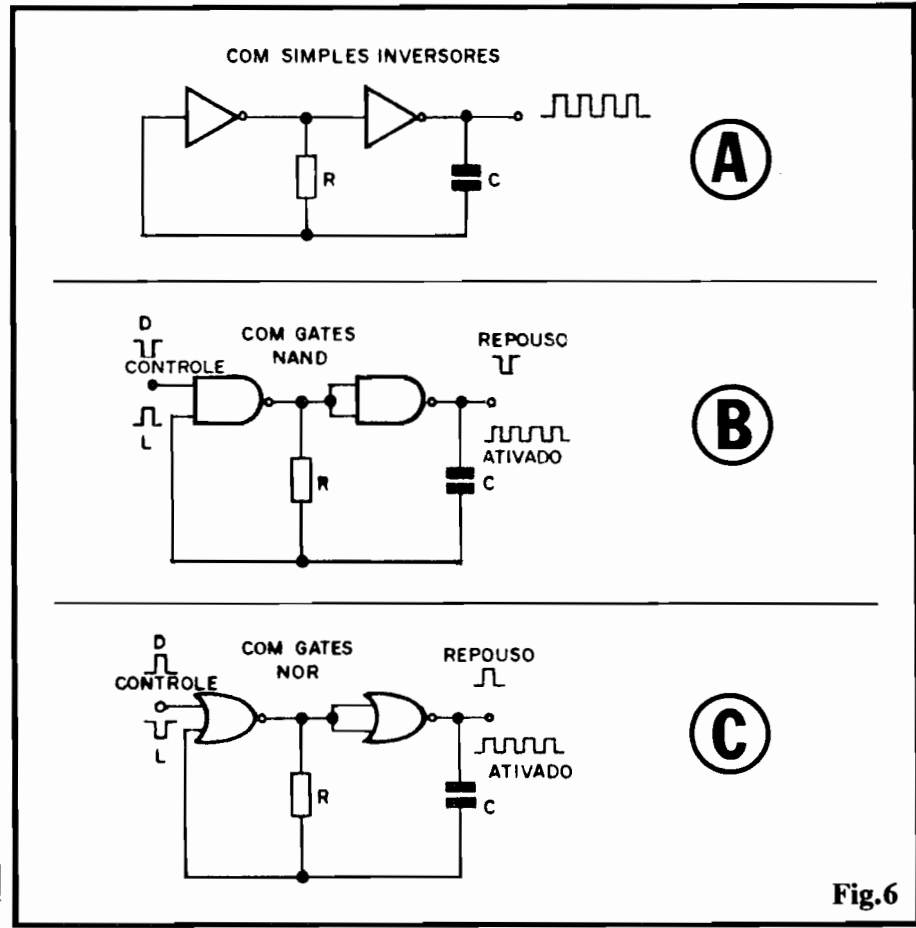

Fig.6
- FIG. 6 - MAIS DETALHES ESTRUTURAIS SOBRE OS ASTÁVEIS COM GATES C.MOS - Lembrando sempre das já estudadas **Tabelas Verdade** dos **gates**, interessantes, úteis e importantes comportamentos e controles dos circuitos podem ser obtidos... Observem atentamente os diagramas da figura: em 6-A temos o arranjo básico, "feito" com dois **gates** simples inversores (que equivale, eletricamente, aos mostrados nas figuras 4 e 5...). Se, entretanto, usarmos na prática **gates** tipo NAND ou NOR de duas Entradas (ou mais...), podemos "liberar" pelo menos **uma** Entrada de um dos **gates**, obtendo com isso um terminal de controle ou de "autorização", através do qual (e a partir do nível digital a ele aplicado...) podemos "inibir" ou "permitir" a oscilação do bloco... Em 6-B, com dois **gates** NAND (metade de um 4011, por exemplo...), aplicando-se um nível "0" ao terminal de controle, o ASTÁVEL fica "quieto", desligado, apresentando também um nível "0" fixo, como condição de "repouso" na sua Saída... Já com um nível "1" aplicado à dita Entrada de Controle, o ASTÁVEL oscila, mostrando na Saída o esperado trem de pulsos... Já no caso 6-C, com **gates** NOR de duas Entradas (metade de um 4001, por exemplo...), estando a Entrada de Controle "baixa" (em "0" digital...), o ASTÁVEL será habilitado, aparecendo na sua saída o trem de pulsos. Com o terminal de autorização levado a "1", o ASTÁVEL fica inibido, com a Saída mostrando, em repouso, um estado "alto" fixo... Em qual-